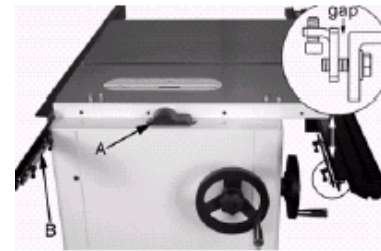
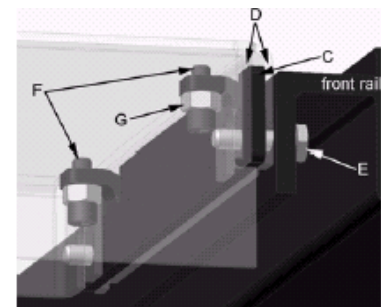

Рис. 8
Рис.9
Накрутите 4 гайки (G, Рис. 9) на установочные винты M6x25 (F), вставленные в прижимные пластины, снизу.
Прижимные пластины (C), Рис. 9 или (B) Рис. 8, должны находиться между планками (D) подвижного стола.
Слегка затяните 4 шестигранных винта (E, Рис. 9), чтобы оставалась возможной регулировка с помощью установочных винтов.
Теперь поднимите с помощью установочных винтов (F, Рис. 9) подвижный стол настолько, чтобы он касался линейки.
Законтрите установочные винты с помощью гаек (G, Рис. 9) в необходимом положении, предохраняя при этом установочные винты от проворачивания.